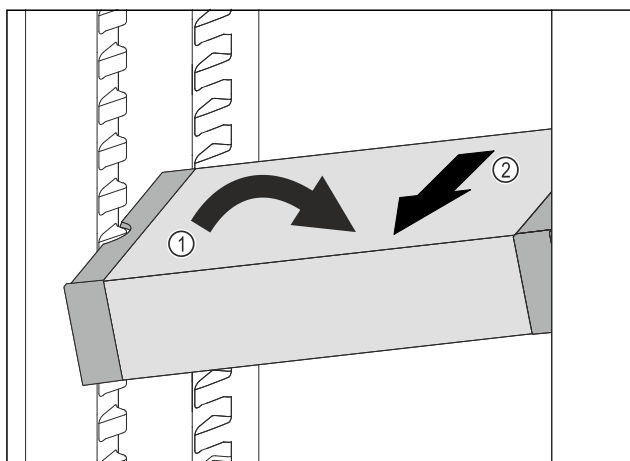

Fig. 124
- VarioSafe ustawić w chłodziarce pod skosem. Fig. 124 (1)
- VarioSafe wyjąć do przodu. Fig. 124 (2)